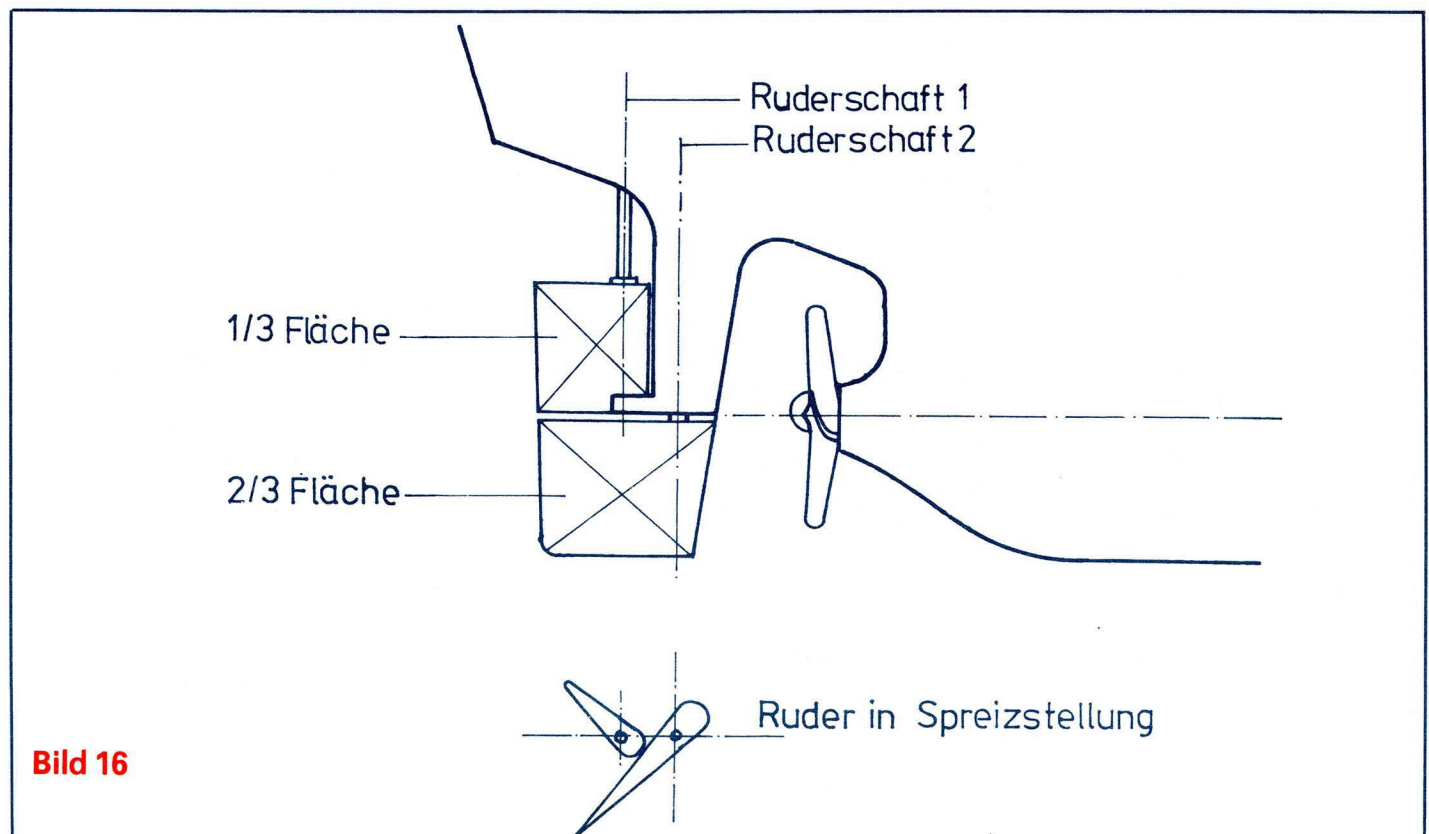

Bild 16
- Bei einer sogenannten Spreizstellung der Teilruder läßt sich eine Reduzierung des Stoppweges erreichen. Wohl haben sich die mehrteiligen Ruder bewährt, doch alle Konstruktionen erfordern einen hohen technischen Aufwand und sind daher teuer. Querstrahlruder in Verbindung mit dem Verstellpropeller bringen heute eine hohe Manövrierfähigkeit, weshalb man oft auf komplizierte mehrteilige Ruder verzichtet. Trotzdem geht die Entwicklung solcher Ruder weiter (siehe Bild 16).